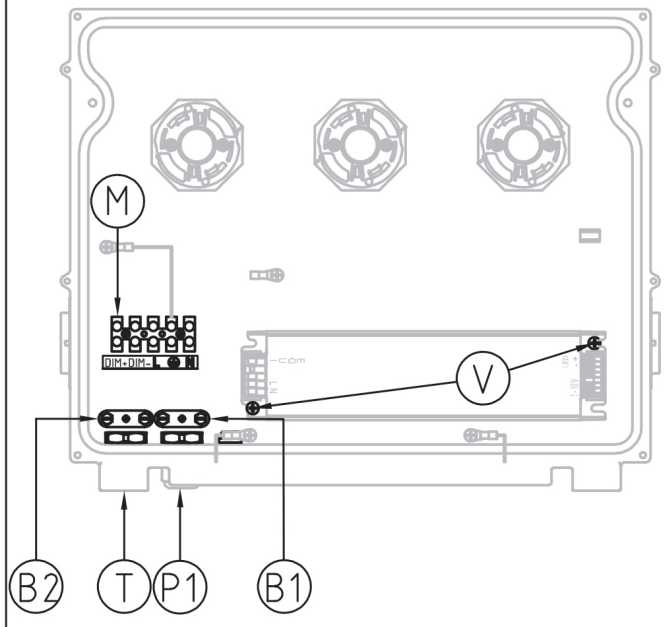

FIG. 19 NEXT 3 DALI electrical wiring CL.1
- **NEXT 3 Elektrischer anschluss DALI CL. I** (siehe **Abbildung 19**);